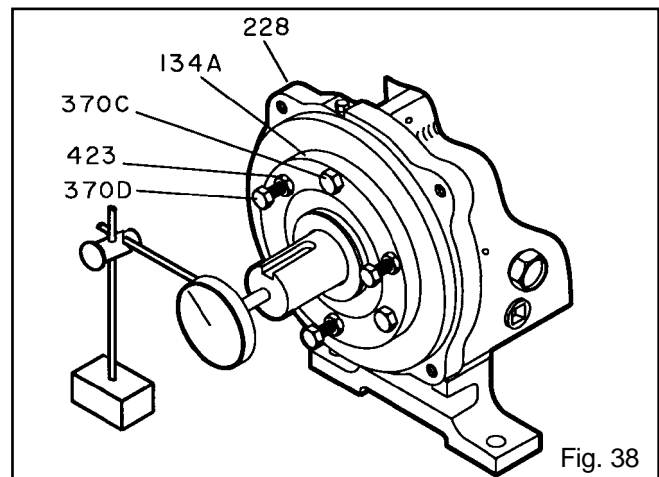

Fig. 38
3. Ajuste el indicador de manera que el botón haga contacto ya sea con el extremo del eje o contra la cara del acoplamiento (Fig. 38).
5. Afloje las contratuercas (423) en los pernos de levantamiento (370D) y atornille los pernos varias vueltas hasta que el impulsor haga contacto con la tapa del prensaestopas o la cámara del sello. Gire el eje para asegurar que se haya hecho contacto.
8. Atornille los pernos de levantamiento (370D) y apriete las contratuercas (423) en forma pareja.